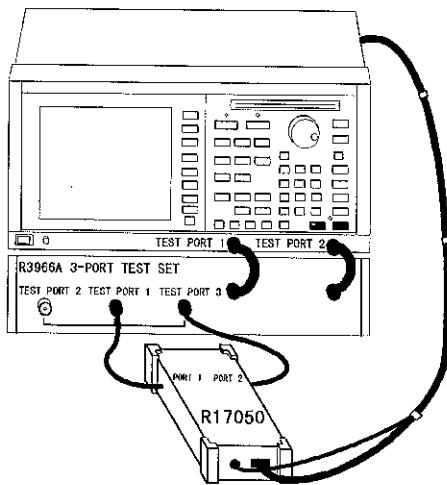

図 2-8 RF ポートの接続
- ⑧ 本器の RF ポートとテスト・セットの測定ポートを接続します(図 2-8 参照)。